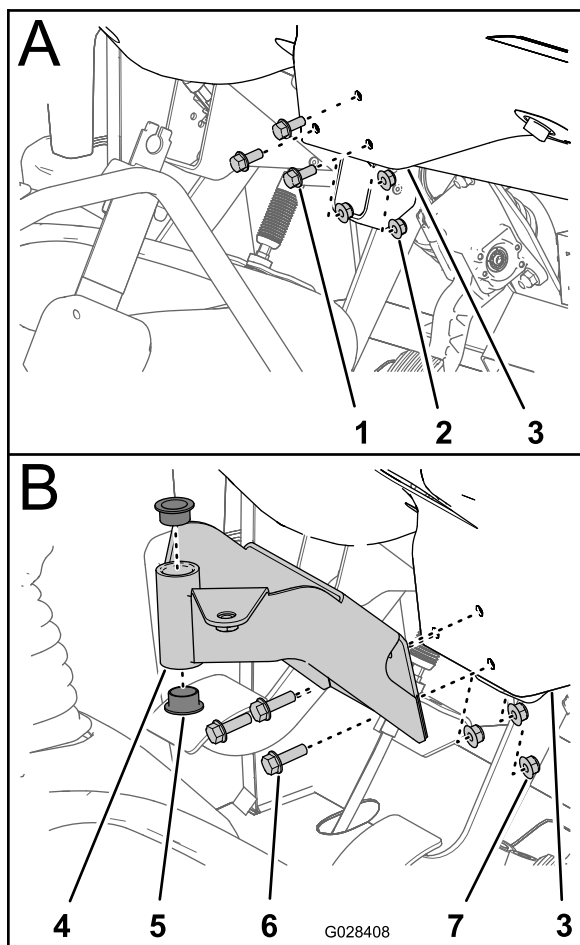

Figura 7
1. Retire los 3 pernos y 3 tuercas que sujetan la parte inferior central del salpicadero al soporte de sujeción del salpicadero (*Figura 7*).
2. Alinee los taladros del soporte de montaje de la consola de control con los taladros del salpicadero y del soporte de montaje (*Figura 7*).
4. Apriete las tuercas y pernos con un par de (*Figura 7*).
5. Inserte los 2 casquillos de plástico en el soporte de montaje (*Figura 7*).